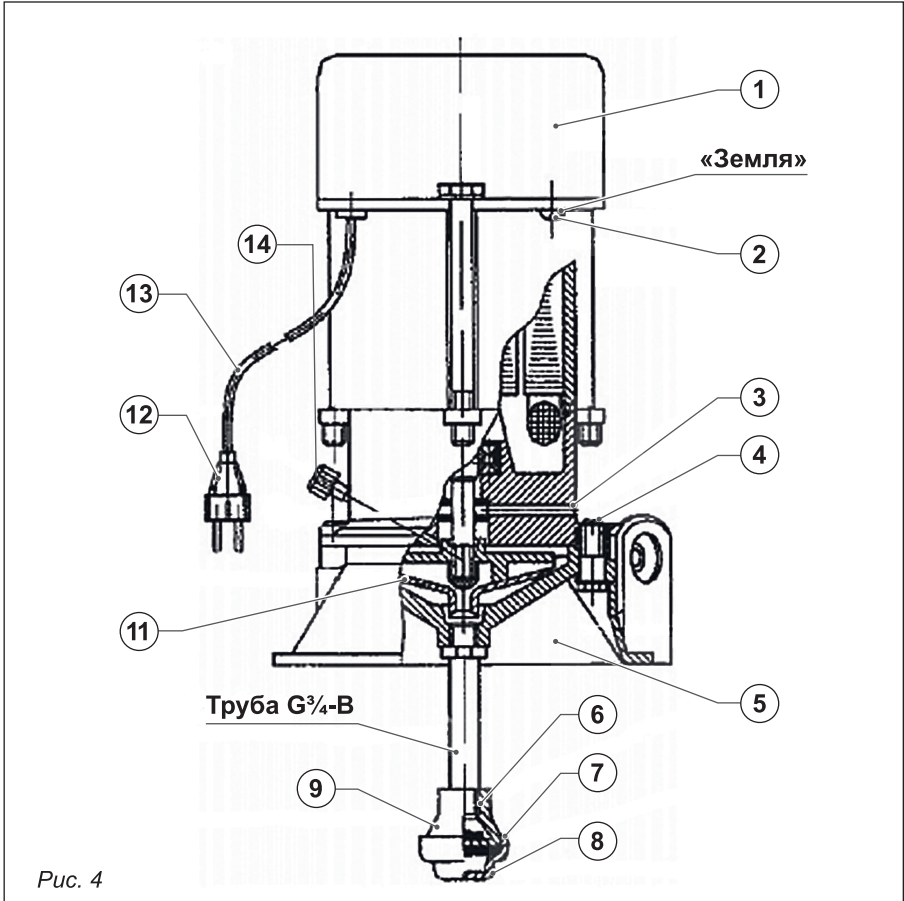

Рис. 4
Электронасос (*рис. 4*) состоит из электродвигателя **2**, вентилятора **11**, привернутого к валу электронасоса. Сверху электродвигатель закрыт колпаком **1**, под которым расположен конденсатор и реле тепловое токовое. Разъем корпуса с фланцем уплотняется прокладкой **4**. Корпус **5** служит для крепления электронасоса на месте эксплуатации. Винт **14** служит для стравливания воздуха из системы при заливке электронасоса. Приемный клапан **9** состоит из корпуса **6**, фильтра **8**, резиновой прокладки **7**.
Конструкция электронасоса может незначительно отличаться от изображенной на *рис. 4*, что связано с дальнейшим техническим усовершенствованием электронасоса.
- Электронасос снабжен трехжильным шнуром **13** с армированной вилкой **12** (рис. 4) и розеткой. Розетку устанавливайте под навесом на деревянный щит, при этом, под заземляющий контакт розетки подведите «нулевой» провод.
Запрещена работа электронасоса без заливки, так как в этом случае могут выйти из строя манжеты **15** (рис. 4).
Во всех случаях при появлении воды из отверстия **3** (рис. 4) следует немедленно прекратить работу электронасоса и заменить манжеты **13**.
Подсос воздуха в месте соединения корпуса электронасоса со всасывающим трубопроводом, всасывающего трубопровода с клапаном (рис. 4).	Указанные соединения проверить и уплотнить.
Засорился фильтр 8 (рис. 4) или резиновая прокладка 7 прилипла к основанию фильтра.	Снять фильтр, прочистить его от грязи и освободить от прилипания резиновую прокладку.
Заклинило вентилятор (попадание инородных предметов между вентилятором и корпусом)	Немедленно отключить электронасос от сети, размонтировать установку. Через отверстие в корпусе 5 , (рис. 4) отверткой проверить вентилятор. При наличии грязи — прочистить.